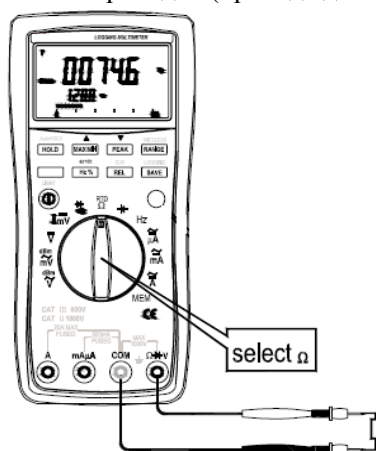

Рис. 16 Режим измерения сопротивления (Ω)
3. Подключить измерительные провода параллельно нагрузке (ИУ – **рис.16**).